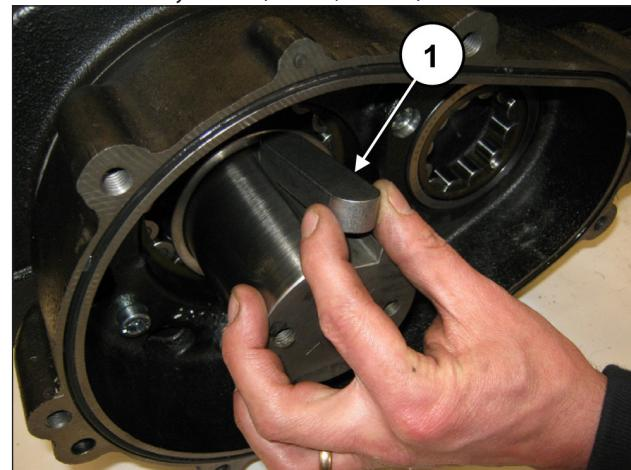

Рис. 15
Снимите шпонку с вала (поз. ①, Рис. 15).